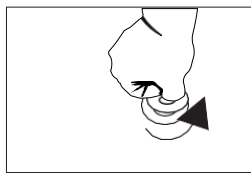

Figura 3
6. Coloque un recipiente justo debajo del tapón de drenaje y vacíelo cada vez que se llene. (Figura 3)
9. Conecte el aparato en el enchufe y déjelo funcionar vacío durante un mínimo de tres (3) horas en la posición "Super cooling".